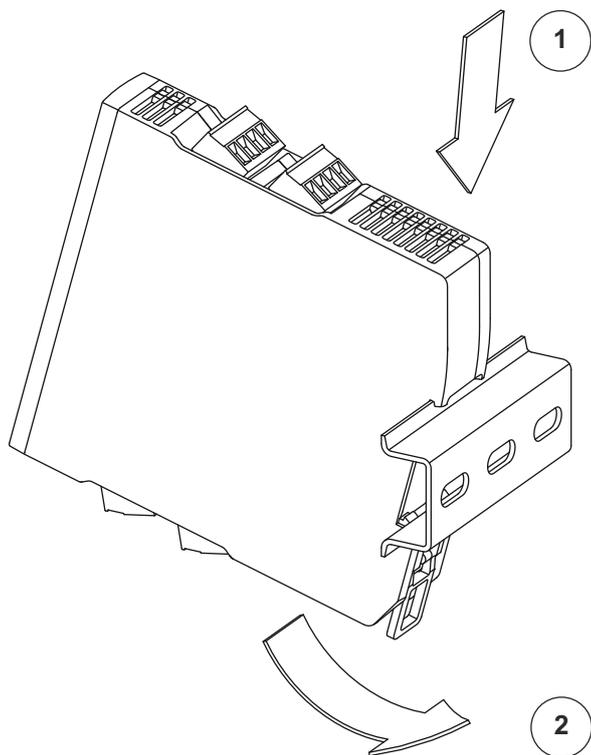

图 58: 将安全继电器安装到 DIN 导轨上。
2. 将安全继电器的顶部后侧挂到 DIN 导轨上。如 **Figure 58 (1)** 所示。
3. 按 DIN 导轨上的安全继电器的底部后侧，直到听到咔嗒声。如 **Figure 58 (2)** 所示。